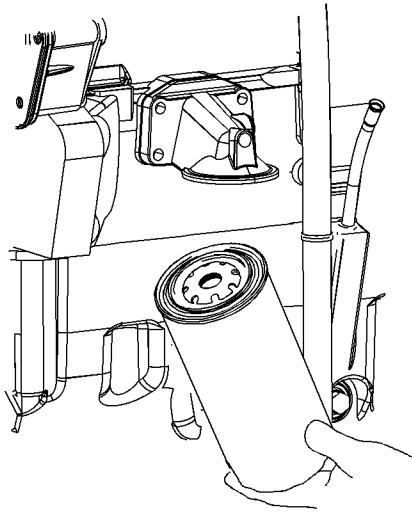

Abbildung 35
Anmerkung: Einige Ölfilter können vertikal eingebaut werden. Siehe Abbildung 35. Zum Aus- und Einbau des Ölfilters bei Schritt (1) beginnen.